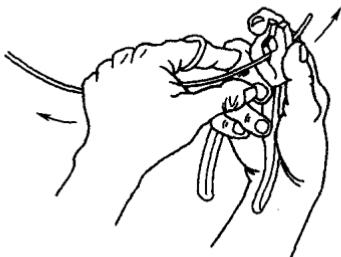

图 1-1 钢丝钳剖削
② 然后用右手握住钢丝钳头部并用力向外勒出塑料绝缘层，如图 1-1 所示。
③ 剥削出的芯线应保持完整无损，如损伤较大应重新剖削。
(2) 芯线截面大于 $4mm^2$ 的塑料硬线，可用电工刀来剖削绝缘层，具体操作方法如下。